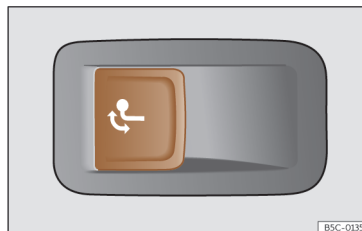

Fig. 199 No lado esquerdo da bagageira: botão para desbloquear o gancho de reboque.
• Puxe o botão >>> Fig. 199 de forma breve. O gancho de reboque desbloqueia-se eletricamente e roda-se automaticamente para fora. A luz de controlo do botão pisca.
• Puxe o botão >>> Fig. 199 de forma breve. O gancho de reboque desbloqueia-se eletricamente.
- Nunca pressione o botão >>> **Fig. 199** quando tiver um reboque engatado ou estiver montado um porta-bagagens ou outros acessórios sobre o gancho de reboque.